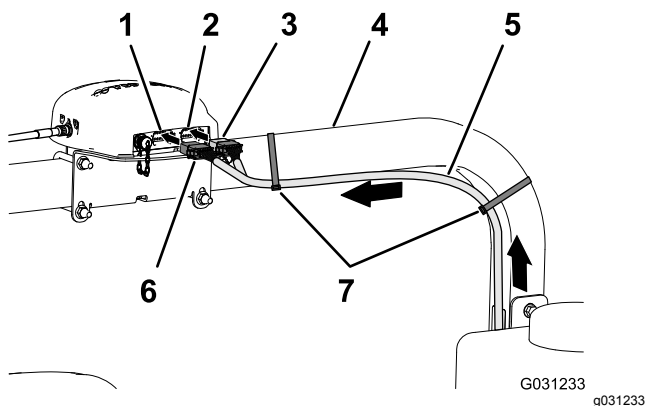

Figure 166
2. Acheminez la branche de 390 cm du faisceau de données le long du tube droit du système ROPS, en orientant le connecteur à 12 douilles (gris) et le connecteur à 12 douilles (noir) vers le haut et le récepteur de navigation (Figure 166).
7. Avec 2 attache-câbles, attachez la branche de 390 cm du faisceau de données au tube droit du système ROPS, comme montré à la Figure 166.